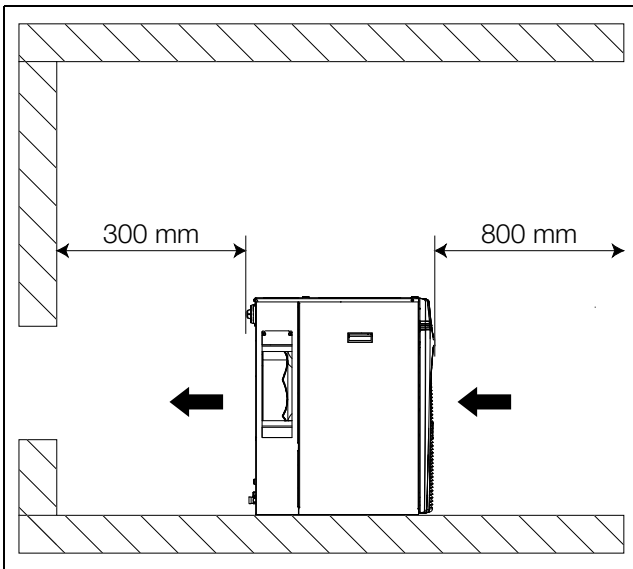
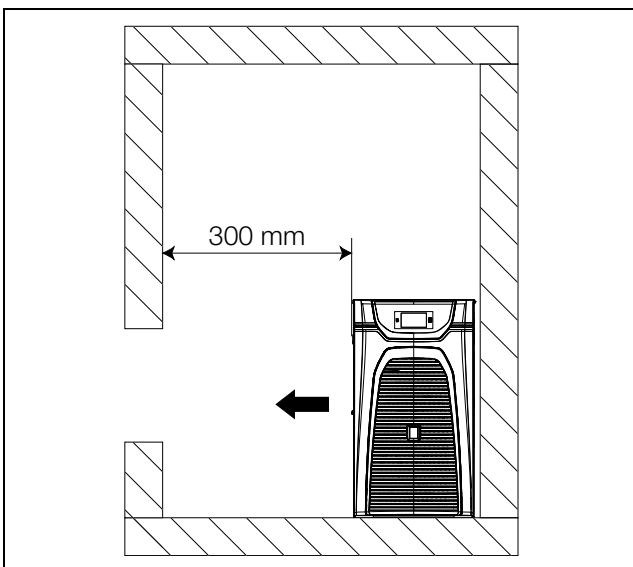

Imagen 10: Distancias mínimas delante/detrás
Imagen 11: Distancias mínimas laterales
- Para no obstaculizar la salida del aire caliente debe mantenerse libre el acceso como mínimo de una de las aberturas (izquierda o derecha) (cf. imagen 11). Para facilitar la conexión de las conducciones de alimentación, así como las tareas de mantenimiento y reparación deberían mantenerse las distancias mínimas indicadas en la imagen 10.
- También para evitar un «cortocircuito» (mezcla de aire de entrada y salida) y garantizar la máxima potencia de refrigeración deben mantenerse las distancias mínimas indicadas en la imagen 10.